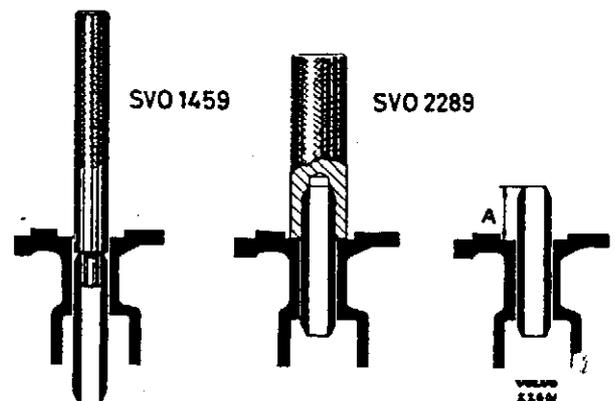

Abb. 37. Auswechseln von Ventilfehrungen
2. Zum Einsetzen Werkzeug SVO 2289 verwenden, welches die erforderliche Einbautiefe gewährt, siehe Abb. 37.